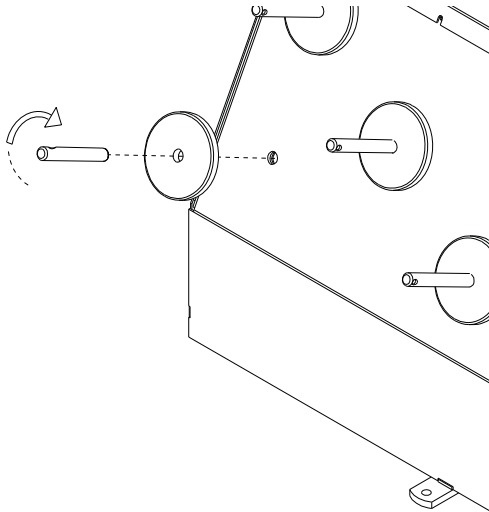

Figura 7
B. Instale los pernos accesorios (Figura 7). Apriete firmemente.